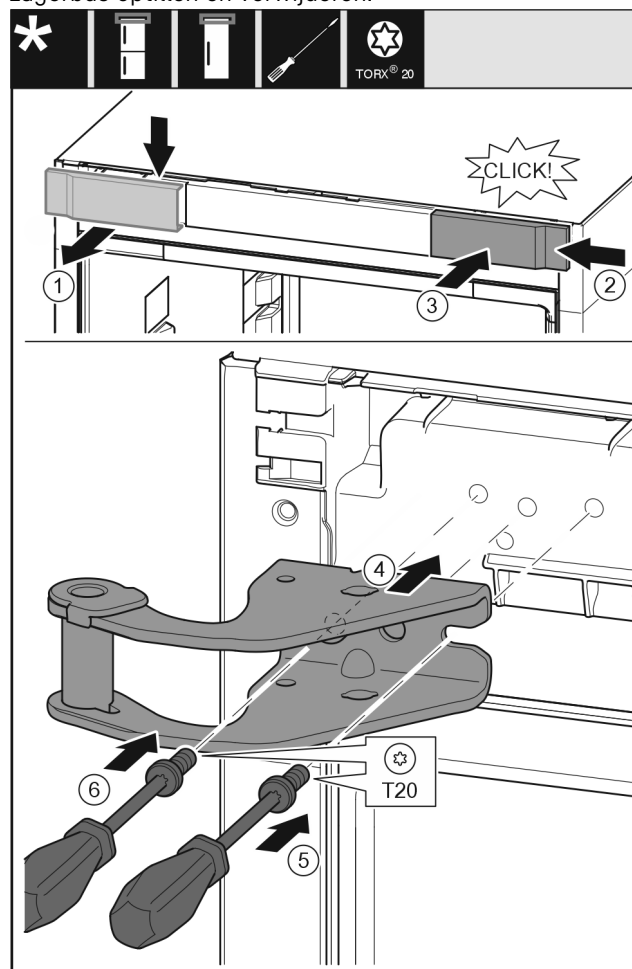

Fig. 9
- ▶ Afdekking van boven naar voren toe verwijderen. Fig. 9 (1)
- ▶ Afdekking 180° gedraaid op de andere kant van rechts aanbrengen. Fig. 9 (2)
- ▶ Afdekking vastklikken. Fig. 9 (3)
- ▶ Bovenste lagerbus plaatsn. Fig. 9 (4)
- ▶ Schroef met schroevendraaier T20 aanbrengen en vastdraaien. Fig. 9 (5)
- ▶ Schroef met schroevendraaier T20 aanbrengen en vastdraaien. Fig. 9 (6)